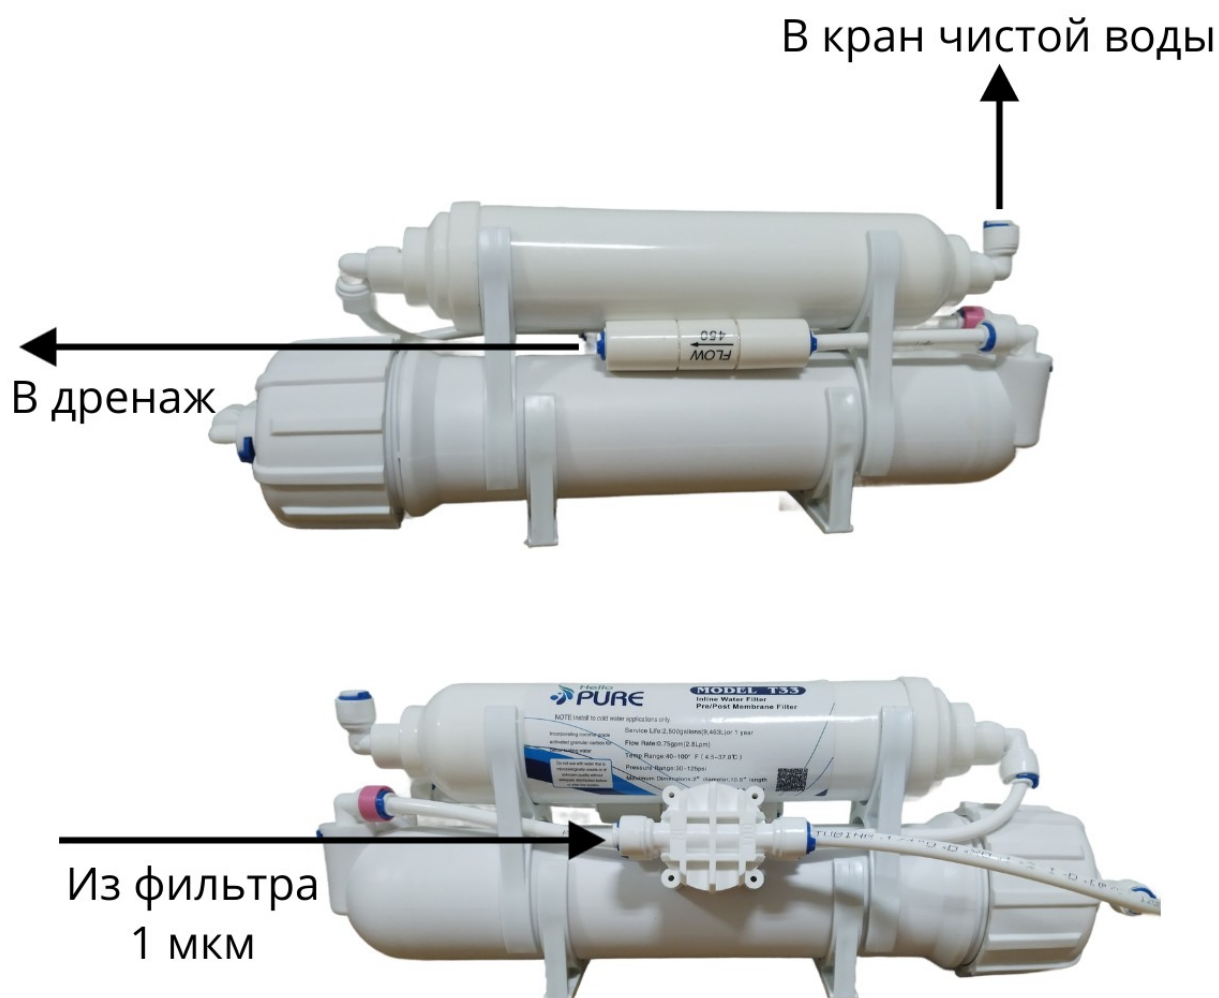

Рис. 3 Схема подключения системы АКЛИРУМ ОСМО 2.100
3.1.4 Подключите выход фильтра поз. 4 к свободному порту автопереключателя поз. 7 (см. Рис.3). Здесь и далее соединения осуществляются трубкой ¼". Рекомендации по подключению трубок к быстроразъемным соединениям — см. Приложение 1.